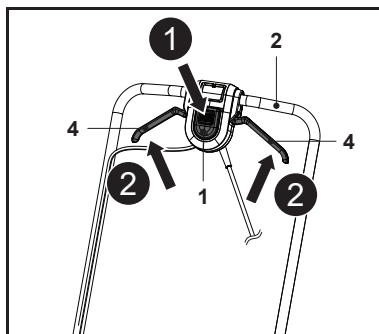

Fig. 15
- Colóquese detrás de la empuñadura de agarre (2).
- Mientras mantiene pulsado el interruptor de seguridad (1), tire de las palancas de arranque (4) hacia la empuñadura de agarre (2) y manténgalas en esa posición (Fig. 15, pasos 1 y 2).
- Una vez que el cortacésped haya arrancado, suelte el interruptor de seguridad (1).